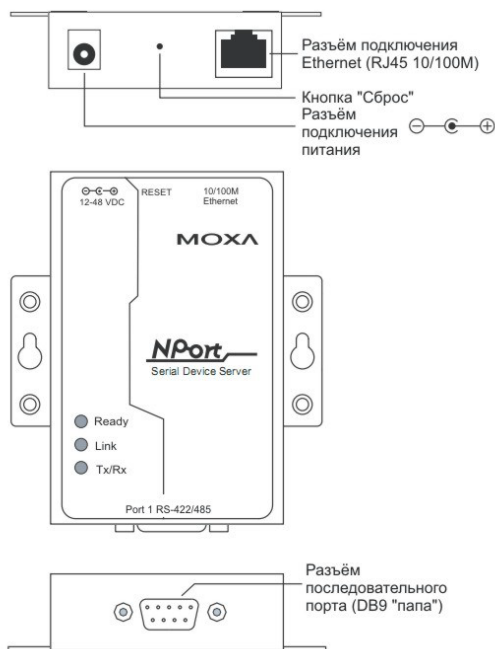

Рисунок 2 - Модуль Ethernet
- подключить блок БРП-02Е к ПК по интерфейсу Ethernet. Для этого в блоке БРП-02Е сетевой кабель подключить к соответствующему разъёму, расположенному на модуле Ethernet (см. Рисунок 2), а ответную часть сетевого кабеля – в сетевой разъём ПК;
- Для блока БРП-02Е подключить кабель интерфейса Ethernet к соответствующему разъёму модуля Ethernet – см. Рисунок 2.